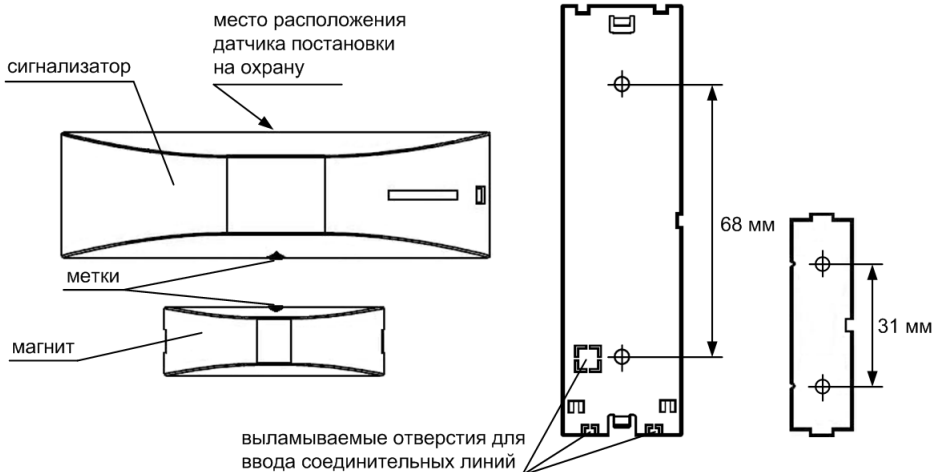

Рис.9 Схема установки, присоединительные размеры
1. Поднесите брелок к магнитному датчику постановки на охрану (см. рис. 3 и 9). 30 секунд (задержка постановки на охрану) сигнализатор будет издавать звуковые сигналы. За это время необходимо расположить магнит ИО102-32 «ПОЛЮС-2» возле сигнализатора согласно схеме установки (см. рис.9).
Корпуса сигнализатора и магнита должны быть установлены параллельно, метками навстречу друг другу и с соблюдением расстояния между ними (см. рис.9 и табл.2). Сигнализатор следует крепить на неподвижную поверхность (например, на дверной косяк), а магнит – на подвижную (непосредственно на дверь).